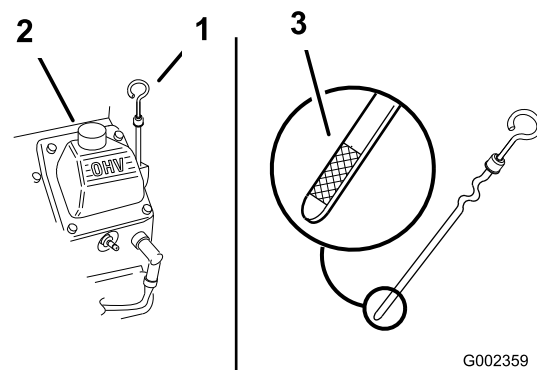

図 17
2. 給油口からごみが入ってエンジンを傷つけないように、ディップスティック 図 17 の周囲をウェスできれいに拭く。
3. ディップスティックを抜き取り、付いているオイルをウェスで拭きとってもう一度完全に差し込む (図 17)。
オイルの量がディップスティックの FULL 位置までであればよい 図 17。
5. 不足している場合は、補給管についているキャップ 図 17 を取り、Full 位置までオイルを補給する。入れすぎないこと